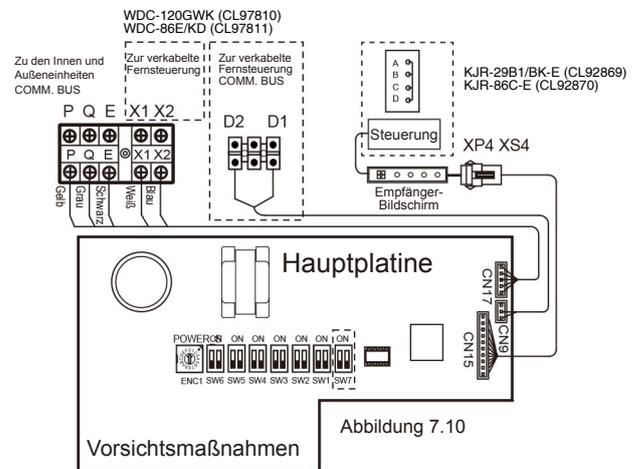

Abbildung 7.10
- Die Anschlüsse X1, X2, D1, D2 an den Seiten der Hauptsteuerplatte und der unidirektionale Kommunikationsanschluss (auf der Anzeigeplatinenseite) sind für verschiedene Arten von verkabelten Steuerungen vorgesehen (siehe Abb. 7.10).